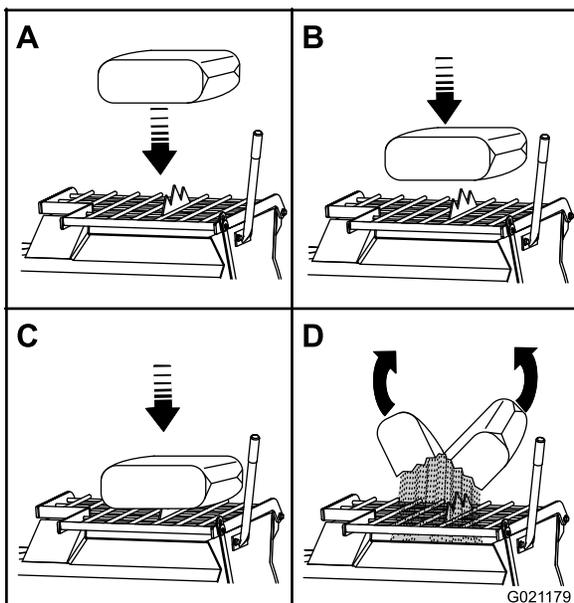

Figura 30
**Nota:** Puede abrir sacos de cemento, yeso y aglutinantes bajando el saco sobre el rompesacos (Figura 30).